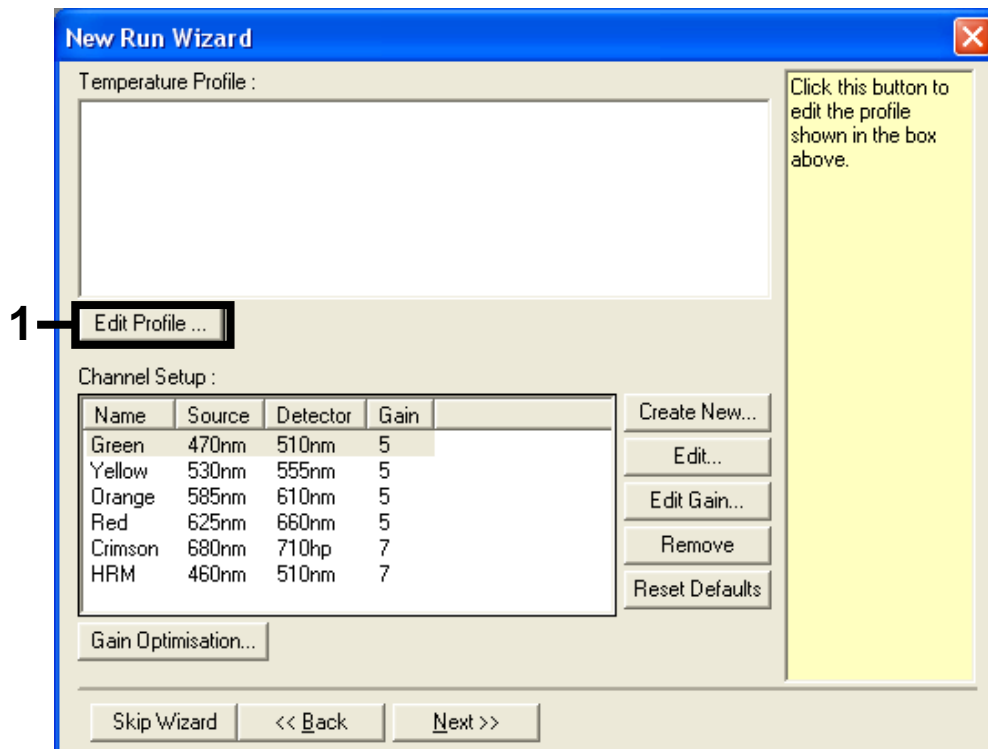

Abbildung 3. Bearbeiten des Profils
6. Klicken Sie im nächsten Fenster des Dialogfelds „New Run Wizard“ (Assistent für neue Läufe) auf die Schaltfläche „Edit Profile“ (Profil bearbeiten, siehe Abbildung 3) und programmieren Sie gemäß den Informationen in den folgenden Schritten das Temperaturprofil.